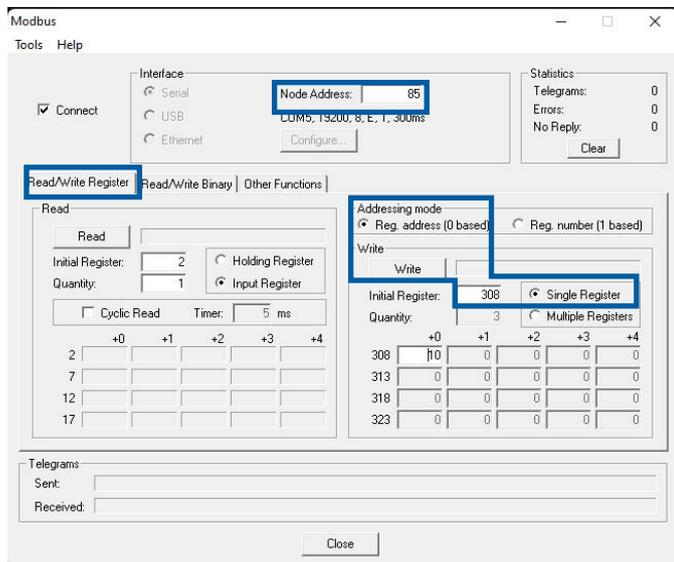

Abbildung 19 - Adresse schreiben
- Schritt 2: Geben Sie die neue Adresse (zum Beispiel 10) in das Register W(06) 0x0134 ein und klicken Sie auf "Schreiben" (Abbildung 19).